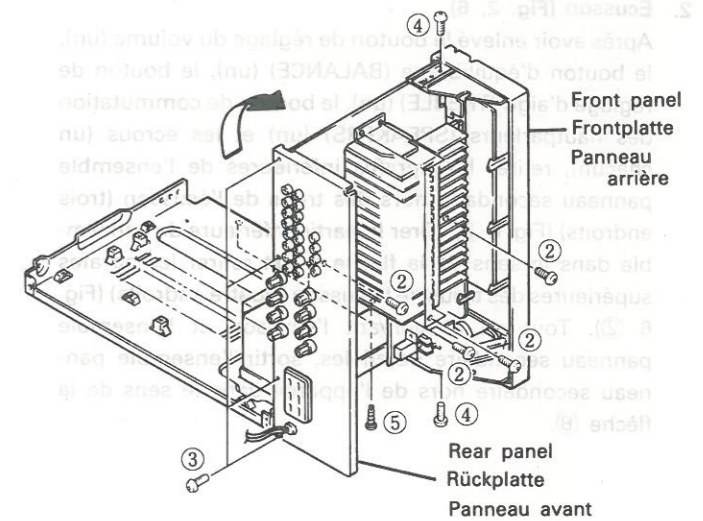

Fig. 3 Abb. 3
- ① 4  $\phi$  x 10 DT bind head screw (x4)
- ② 3  $\phi$  x 12 DT bind head screw (x7)
- ③ 3  $\phi$  x 8 DT bind head screw (x4)
- ④ 3  $\phi$  x 6 DT bind head screw (x2)
- ⑤ 3  $\phi$  x 10 bind tapping screw (x3)
- ⑥ 3  $\phi$  x 10 BT bind head screw (x7)
- When checking or replacing P.W.B. components, it is convenient to remove the upper cover, remove two screws ④, remove three screws ⑤, remove four screws ③, and remove seven screws ②, as indicated in Fig. 3.
- Beim Überprüfen oder Austauschen von Platinen ist es praktisch, die Oberabdeckung abzunehmen, die beiden Schrauben ④ zu entfernen, die drei Schrauben ⑤ zu entfernen, die vier Schrauben ③ zu entfernen danach die sieben Schrauben ② zu entfernen, wie in Abb. 3 dargestellt.
- Lors de la vérification ou du remplacement des composants de la carte à circuits imprimés, il est pratique d'enlever le couvercle supérieur, deux vis ④, trois vis ⑤, quatre vis ③ et sept vis ②, comme indiqué sur la Fig. 3.